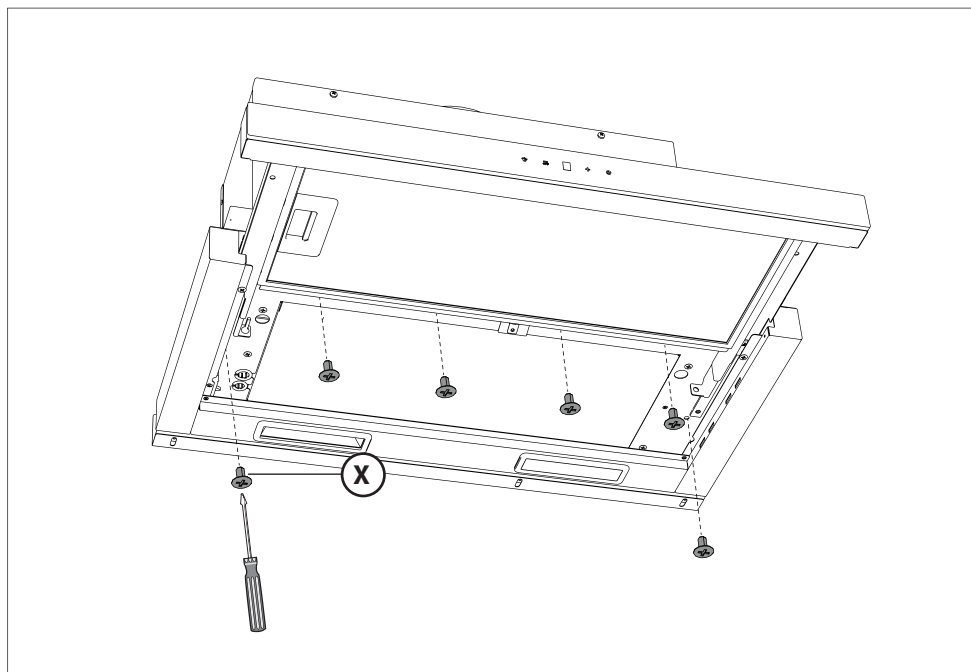

Fig.3.1
- Procedere con il fissaggio definitivo utilizzando le viti **X**, in dotazione, in quantità variabile in base alla dimensione della cappa, come indicato in (Fig. 3.1 - 3.2).